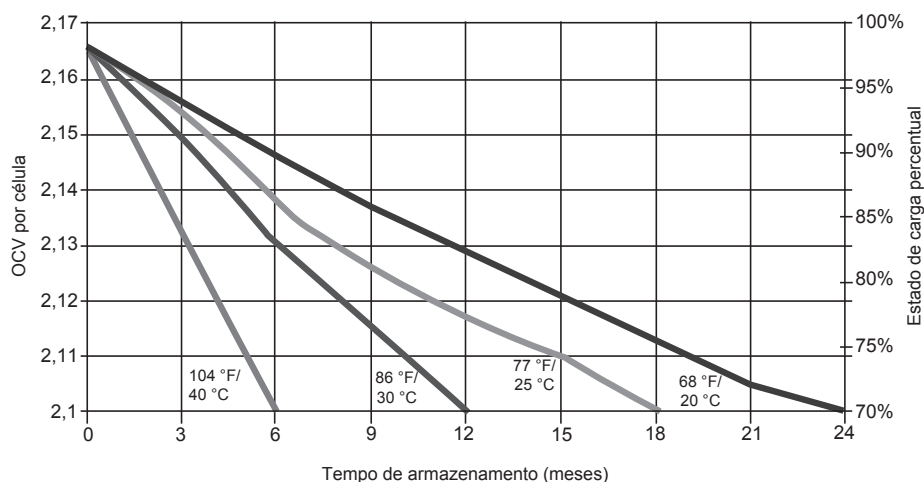

Fig. 4-3, Capacidade vs. tempo de armazenamento para AlphaCell HP
- À medida que as baterias ficam mais frias, a capacidade disponível é reduzida (veja a Fig. 4-3). Isso está relacionado à cinética das reações eletroquímicas e à resistividade do eletrólito.